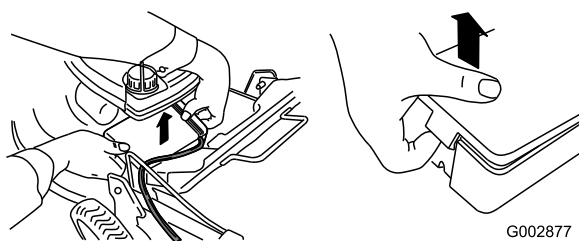

Figura 10
1. Desenganche ambos extremos de la tapa de la batería y retírela (Figura 10).